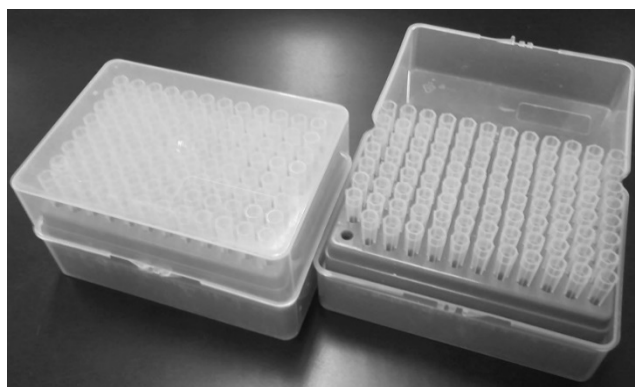

図3 チップラック
- 3) ピペットチップが入った箱(チップラック、図3)のふたを開け、ピペットチップにチップホルダーの先端を差し込んで装着する。P1000は白色、P200とP20は黄色のピペットチップを使用する。ピペットチップとチップホルダーの間から空気が漏れないように、装着したピペットチップ